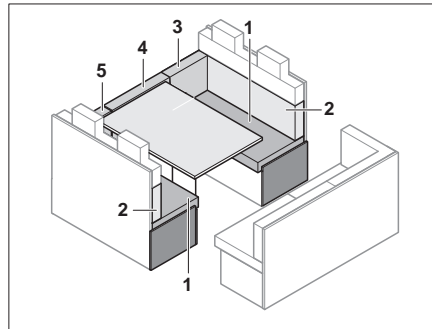

Bild 135 Vor dem Umbau
- Rückenpolster (Bild 135,3,4 und 5) entfernen und zur Seite legen.